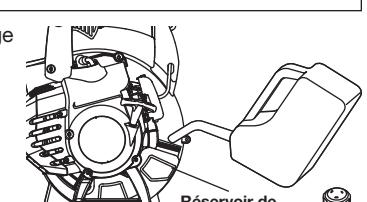

Fig. 7
- Retirez le bouchon du réservoir de carburant (Fig. 7).